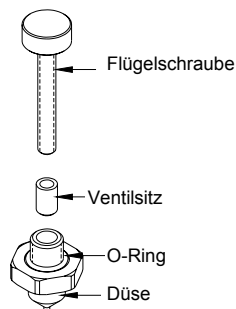

Abb. 4.0
1. Drehen Sie die Rändelschraube (19) nach links über die Markierung hinaus und entfernen Sie die Rändelschraube.
2. Entfernen Sie die Druckfeder (1) und die beiden Mylar- Dichtungsscheiben (18) an den beiden Enden der Druckfeder.
3. Entfernen Sie die Verriegelungskappe (8) mit dem Gabelschlüssel und ziehen Sie die Druckluftkappe (11) aus der Materialkammer (7).
4. Entfernen Sie die alte Düse (9) und den Abstandshalter (13) mit dem Gabelschlüssel.
5. Bringen Sie den Abstandshalter (13) und die neue Düse (9) mit dem Gabelschlüssel an, und vergewissern Sie sich, dass der O-Ring auf der Düse liegt; überdrehen Sie die Düse nicht.
6. Bringen Sie eine neue Druckluftkappe (11) an, und sichern Sie diese mit der Verriegelungskappe (8).
7.4 Austausch des Ventilsitzes (siehe Abb. 4.0)